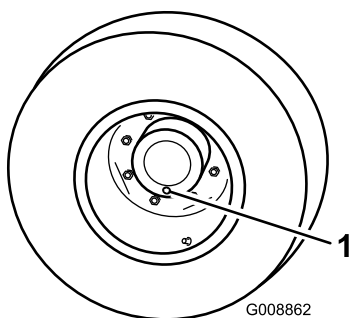

Рисунок 61
1. Поставив машину на горизонтальную поверхность, расположите колесо так, чтобы одна контрольная пробка находилась в самом нижнем положении («6 часов») (Рисунок 61).